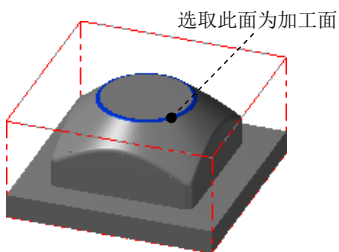
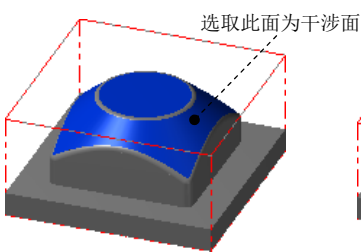

图 6.20 选取加工面
图 6.21 选取干涉面
Step1. 选择加工方法。选择下拉菜单 **刀具路径 (T)** → **曲面精加工 (F)** → **精加工放射状 (R)...** 命令。
Step2. 选取加工面及放射中心。在图形区中选取图 6.20 所示的曲面，然后按 Enter 键，系统弹出“刀具路径的曲面选取”对话框。单击 **检测** 区域中的  按钮，选取图 6.21 所示的面（共 2 个）为干涉面，然后按 Enter 键。在 **放射中心点** 区域中单击  按钮，选取图 6.22 所示的圆弧的中心为加工的放射中心，其他参数采用系统默认设置值。单击  按钮，系统弹出“曲面精加工放射状”对话框。